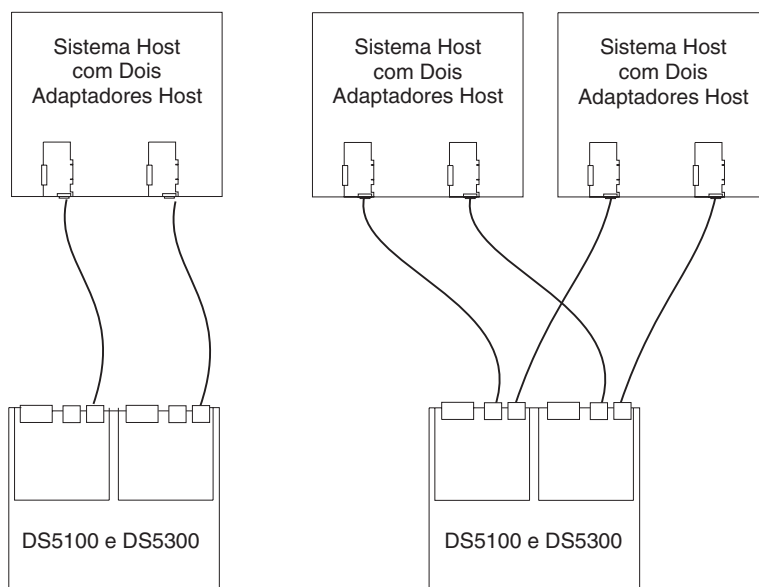
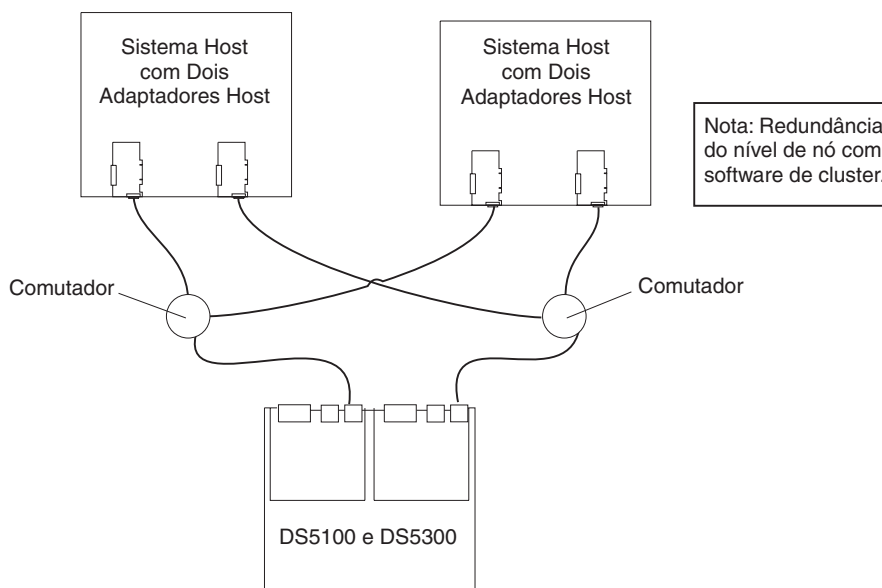

Figura 77. Exemplos de Configurações Fibre Channel de Host Redundante Direto Conectado
Figura 78. Exemplo de configuração de Fibre Channel de malha SAN redundante
- Configurações de loop redundante Fibre Channel do host e da unidade, conforme mostrado na Figura 77 na página 122
Figura 77 é um exemplo de um sistema host para um, ou dois sistemas de host sem comutadores para um. Figura 78 é um exemplo de uma configuração de canal de malha SAN redundante.